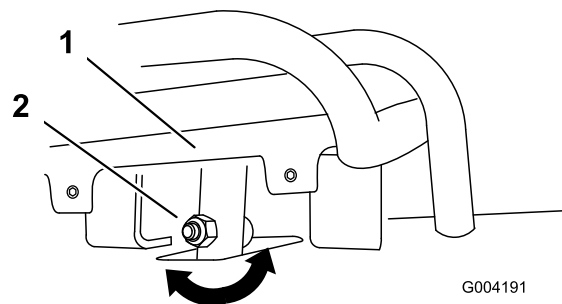
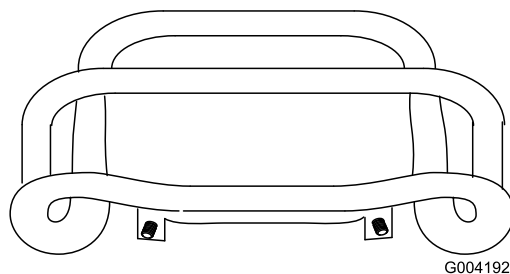

Figure 54
Figure 55
4. Si l'avant de la commande de déplacement n'est pas d'équerre et de niveau avec la barre de référence, desserrez l'écrou et le boulon à embase de la tige de la commande de déplacement (Figure 54).
5. Réglez la commande de déplacement de sorte qu'elle soit de niveau et en appui contre la barre de référence lorsqu'elle est tirée tout droit en arrière (Figure 54 et Figure 55).
- C. Desserrez l'écrou et le boulon à embase dans la tige de la commande de déplacement (Figure 54).
- I. Réglez la commande de déplacement de sorte qu'elle soit de niveau et en appui contre la barre de référence (Figure 54 et Figure 55).